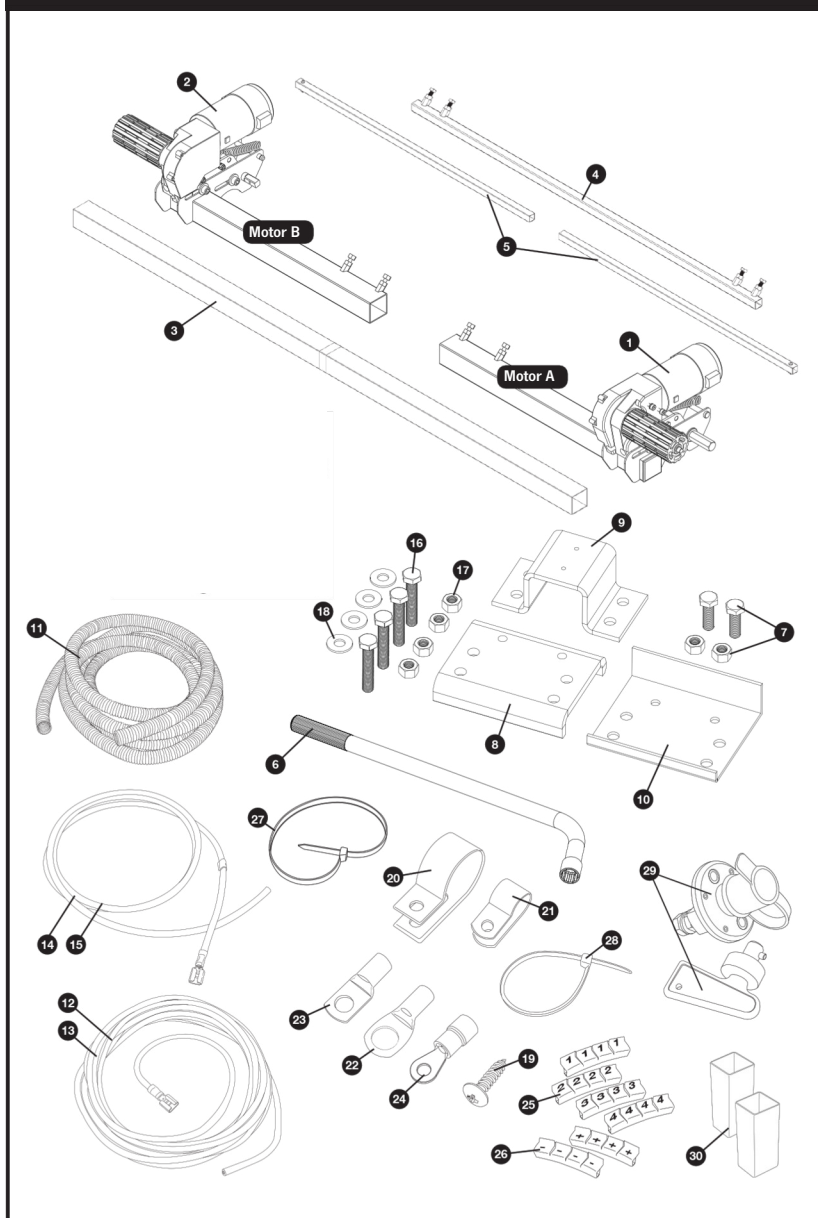

Fig. 1
Ensamble sin apretar el lado de la estructura del motor (1), el lado de la estructura del motor (2) y la barra transversal principal (3) (véase la Fig.1). Las tuercas (Fig. 1.B) para la fijación de la barra transversal sólo deben estar apretadas con los dedos. Monte la barra de accionamiento transversal deslizando las barras de accionamiento (5) en la barra central de accionamiento (4) y móntelas en las varillas de montaje del motor (Fig.1.A). Fije las barras de accionamiento a estas varillas utilizando la tuerca nyloc y el perno suministrados (preinstalados en las barras de accionamiento). Las tuercas (Fig.1.C) para la fijación no deben estar más que apretadas con los dedos en esta etapa.
Coloque el conjunto (Fig.1) sin apretarlo debajo de la caravana. En principio, el conjunto debe montarse delante de las ruedas de la caravana, pero si no es posible el montaje en esta posición, se puede montar en la parte trasera de las ruedas girando todo el conjunto 180° (nota: en este caso, consulte el esquema del eje trasero al cablear el sistema). Asegúrese de que la barra transversal principal (3) esté colocada en el centro del conjunto caravana/mover (el centro está marcado). Ajuste la posición lateral de cada lado del motor para que los rodillos estén centrados en el neumático, o lo más cerca posible del centro, asegurándose de dejar 10 mm de espacio entre el neumático y la caja de cambios del motor (Fig. 6).
Una vez que esté satisfecho con la separación del motor, apriete completamente las cuatro tuercas nyloc (17) en ambos conjuntos de sujeción (Fig. 10) a un par de 40 pies-libras/55Nm, y luego los pernos (Fig. 1.B y Fig. 1.C) en cada marco del lado del motor a un par de 9 pies-libras/12Nm. Vuelva a comprobar la distancia de 20 mm entre los rodillos y los neumáticos y, si es necesario, afloje los pernos y vuelva a ajustar la posición del conjunto. Una vez que esté satisfecho con la posición del conjunto, coloque y apriete las tuercas y los pernos de tope del chasis (7) en cada una de las placas superiores de la abrazadera clásica (8) (véase la Fig. 10). Apriete a un par de 40 ft lbs/55Nm. Los pernos de tope se agarran al borde del chasis y ayudan a evitar que la máquina se deslice a lo largo del chasis.